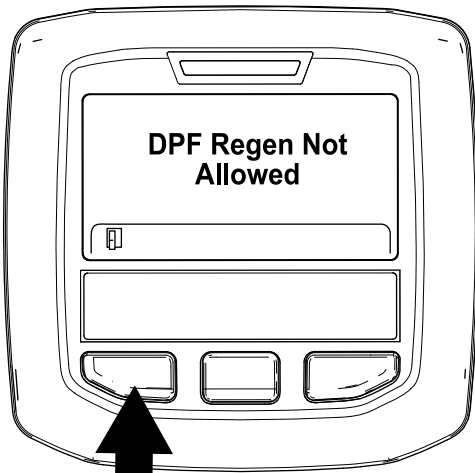

Bild 56
- Wenn der Motorcomputer die Regenerierung nicht zulässt, wird die Meldung „DPF Regen. Not Allowed“ im InfoCenter angezeigt (Bild 56). Drücken Sie die linke Taste, um den Homebildschirm anzuzeigen.